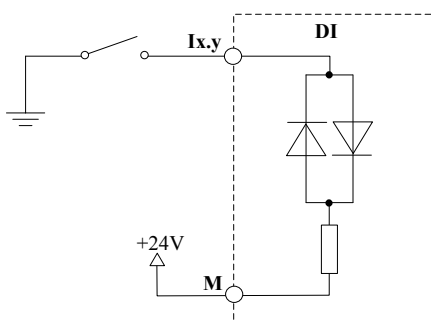

图4.3.10 源型DI
**源型DI：**电流从输入端光耦流出进入开关，多个开关的另一端短接在一起接电源地（如图4.3.10），对DI设备的光耦来说是输出电流给触点，所以称为源电流（Sourcing）型DI。